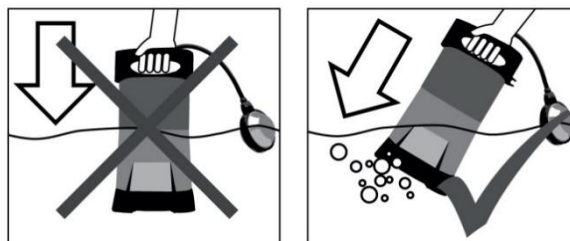

Рис. 8
1. Прикрепите нейлоновый шнур к ручке для переноски (1) в верхней части устройства. (Рис 7)
2. Опустите устройство в воду под небольшим углом, чтобы выпустить оставшийся воздух. (Рис. 8)